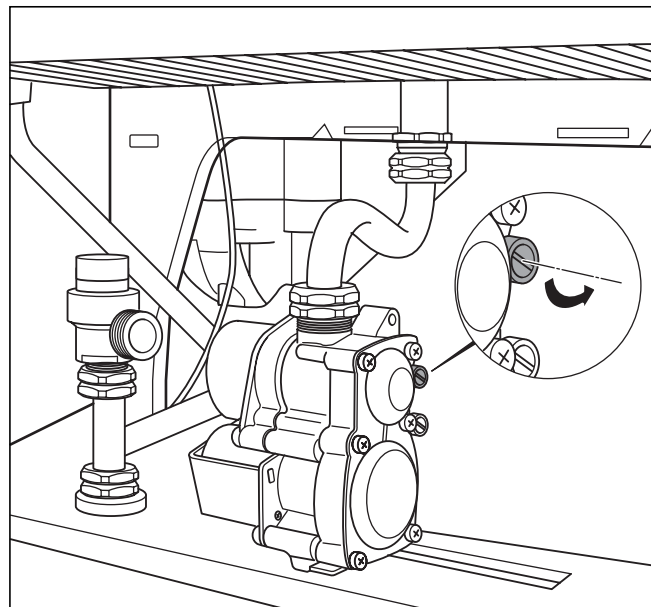

Fig. 6.4 Point de prise pression brûleur
- Dévissez la vis d'étanchéité du point de prise de la pression brûleur ; voir fig. 6.4, Point de prise pression brûleur.